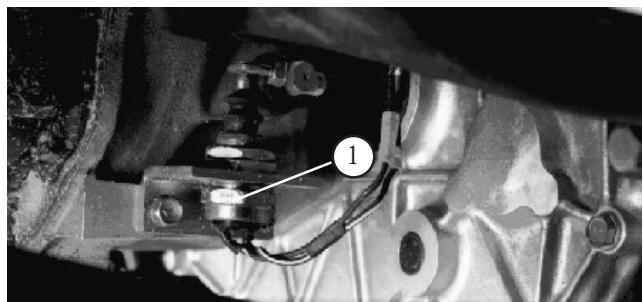

図 63
7. クラッチの安全スイッチ(図 63)の調整を確認する。クラッチペダルが床面から31.75 mm ±3 mm の位置でのみクランキングできれば適正である。調整が必要な場合は、スイッチのジャムナットをゆるめてスイッチの上下位置を調整する。